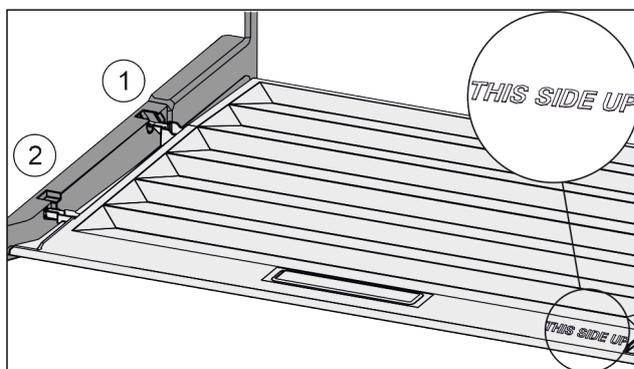

Fig. 114
- ▶ 从后部固定支架 Fig. 114 (1)开口导入桥形接片并卡入固定支架 Fig. 114 (2)的前端。